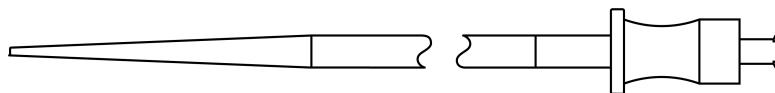

Figura 3: Dilatador
El sistema de colocación pulmonar Edwards SAPIEN 3 (Figura 2) facilita la colocación de la bioprótesis. Consiste en una vaina interior, un catéter balón para el despliegue de la válvula cardíaca transcatéter Edwards SAPIEN 3, y un eje externo y una cápsula de válvula para cubrir la válvula cardíaca transcatéter durante la inserción y el rastreo hasta la ubicación del despliegue. El sistema de colocación incluye una punta cónica para atravesar más fácilmente las estructuras derechas del corazón. La cápsula de la válvula y la punta cónica poseen un revestimiento hidrófilo. Se proporciona una señalización visual del eje del balón para ayudar en la recaptura del balón. La luz de la guía del sistema de colocación incluye un estilete. El dilatador con revestimiento hidrófilo (envasado junto con el sistema de colocación) de 28 F se utiliza para predilatar el vaso antes de la inserción del sistema de colocación, si es necesario (Figura 3).
- **Dilatador (Figura 3)**